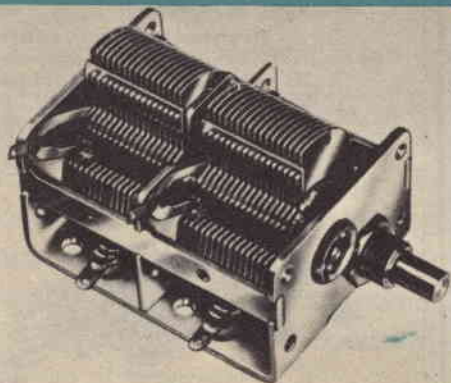

Fig 2
**Fig. 2** - In questo dispositivo della Motorola, che serve per pilotare altoparlanti, il movimento di un tubo ceramico pilota un diaframma di alluminio, eliminando la necessità della bobina mobile.
La Motorola ha realizzato un nuovo dispositivo in grado di pilotare un altoparlante; in detto dispositivo il movimento di un tubo ceramico piezoelettrico viene utilizzato per pilotare un diaframma di alluminio, eliminando così la necessità di impiegare bobine e costosi magneti. Nella *fig. 2* è presentato lo schema, relativamente semplice, di quest'unità.
Il circuito preamplificatore della camera di eco è illustrato nella fig. 2. Il transistor Q1, in una configurazione ad emettitore comune, fornisce un guadagno sufficiente al segnale ritardato. La polarizzazione di base è ottenuta tramite l'azione del partitore di tensione R6, R1 e R2. La tensione di collettore è sviluppata ai capi di R4 e R6.
Fig. 2 - Nel preamplificatore un singolo stadio ad emettitore comune fornisce il guadagno necessario per gli effetti di eco. Un cavo schermato collega la nuova testina fonorilevatrice al preamplificatore.
Sistamate il controllo di eco (R5) in qualsiasi punto conveniente sulla parte superiore del registratore; quindi collegate il lato positivo di C3 al controllo di eco (fig. 2), ed il terminale positivo di C5 alla presa centrale di R5; l'altro terminale del condensatore C5 va collegato invece al terminale di uscita del controllo di volume del registratore a nastro; fate in modo di stabilire
Un'altra novità della Brothers è il condensatore variabile a due sezioni *tipo P. 22* (*fig. 2*), che si può ottenere con due sezioni MA da 510 pF oppure con una sezione MA da 350 pF ed una sezione MF da 10 pF,